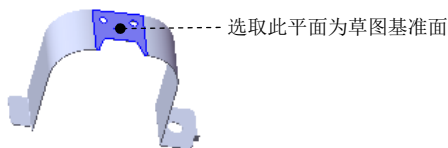
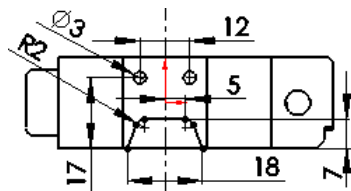
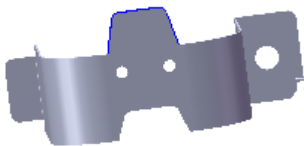
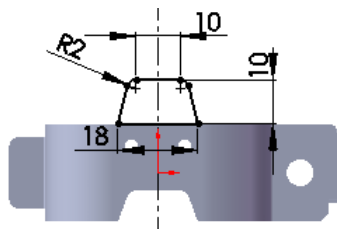

图 7.7.34 切除-拉伸 2
图 7.7.35 横断面草图
图 7.7.36 薄片 1
图 7.7.37 横断面草图
Step7. 创建图 7.7.34 所示的钣金特征——切除-拉伸 2。选择下拉菜单 **插入(I)** → **切除(C)** → **拉伸(E)...** 命令；选取图 7.7.34 所示的模型表面为草图基准面，绘制图 7.7.35 所示的横断面草图；在 **方向1** 区域中选中 ☒ **与厚度相等(L)** 复选框与 ☒ **正交切除(N)** 复选
Step8. 创建图 7.7.36 所示的钣金特征——薄片 1。选择下拉菜单 **插入(I)**  **钣金(H)**  **基体法兰(A)...** 命令；选取图 7.7.34 所示的模型表面为草图基准面，绘制图 7.7.37 所示的横断面草图；完成薄片 1 的创建。